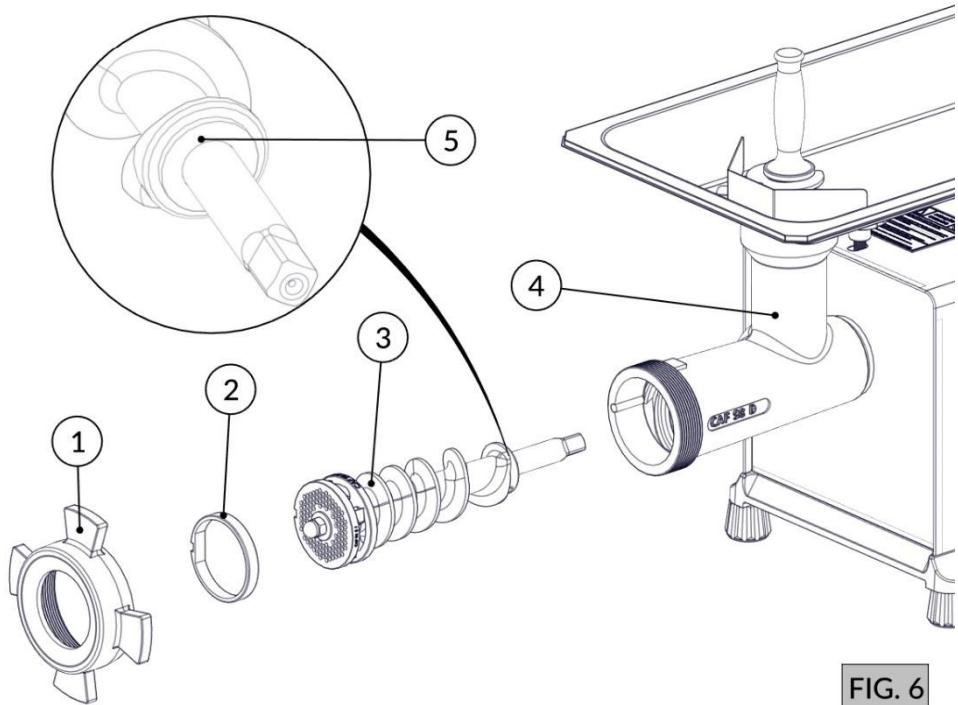

FIG. 6
1. Encaixe o caracol conjunto (Item 3 - FIG. 6) no bocal (Item 4 - FIG. 6) assegurando que ele está com arruela (Item 5 - FIG. 6), item de suma importância para um bom funcionamento da máquina;
2. Coloque o anel (Item 2 - FIG. 6) conforme o tipo de moagem, simples ou dupla, certificando que está encaixado na chaveta do bocal;
3. Rosqueie o volante (Item 1 - FIG. 6) até encostar no anel.